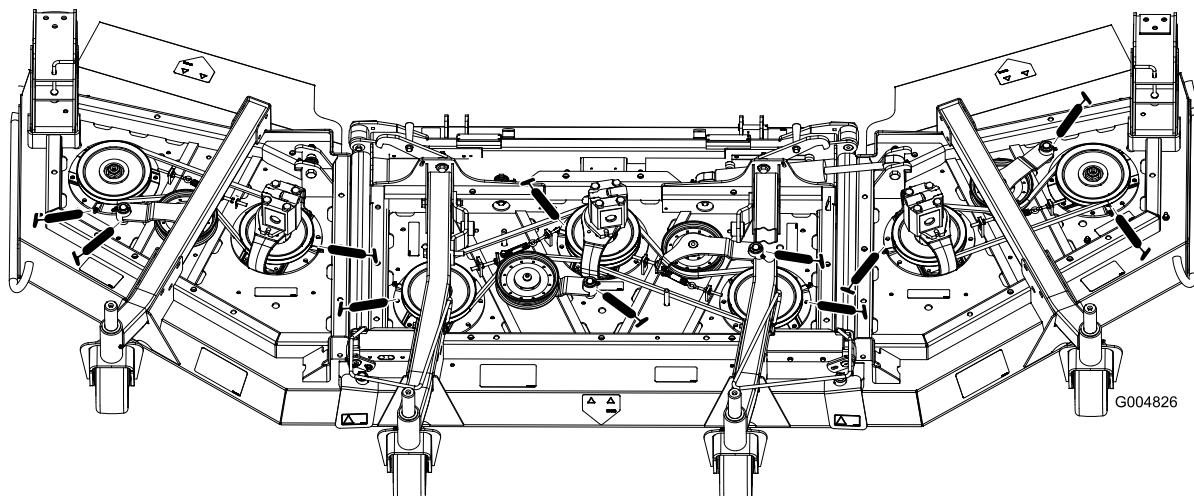

Figura 43
- Cuscinetti (3) dell'asse del perno (situati sotto la puleggia) (Figura 43)
- Boccole del perno del braccio di rinvio (Figura 43)